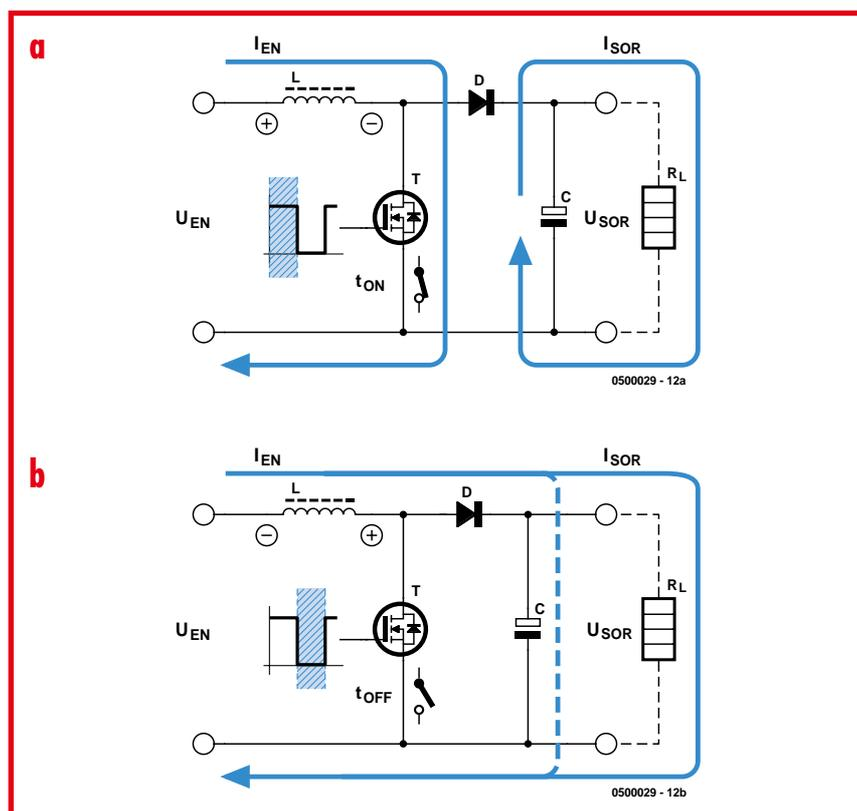

Figure 1. Schéma de principe du convertisseur survolteur : phase de commutation (a) et phase de coupure (b).
nateurs bloc-notes. La tension fournie par le véhicule doit donc être quelque peu « gonflée » par un convertisseur survolteur. Le principe en est simple : une inductance est « chargée » et « déchargée » périodiquement et la tension inductive de l'enroulement vient s'ajouter à la tension de fonctionnement. Il suffit donc en principe de 3 composants (enroulement, MOSFET de puissance et diode) pour obtenir une élévation de tension (contrairement aux convertisseurs à transformateur). Une électronique de commande basée sur quelques circuits intégrés fournit les signaux PWM nécessaires et une série de condensateurs spéciaux servent de tampons pour les tensions d'entrée et de sortie. Le **figure 1** représente le schéma de principe du convertisseur survolteur comportant un enroulement (L), un commutateur de puissance (MOSFET T)